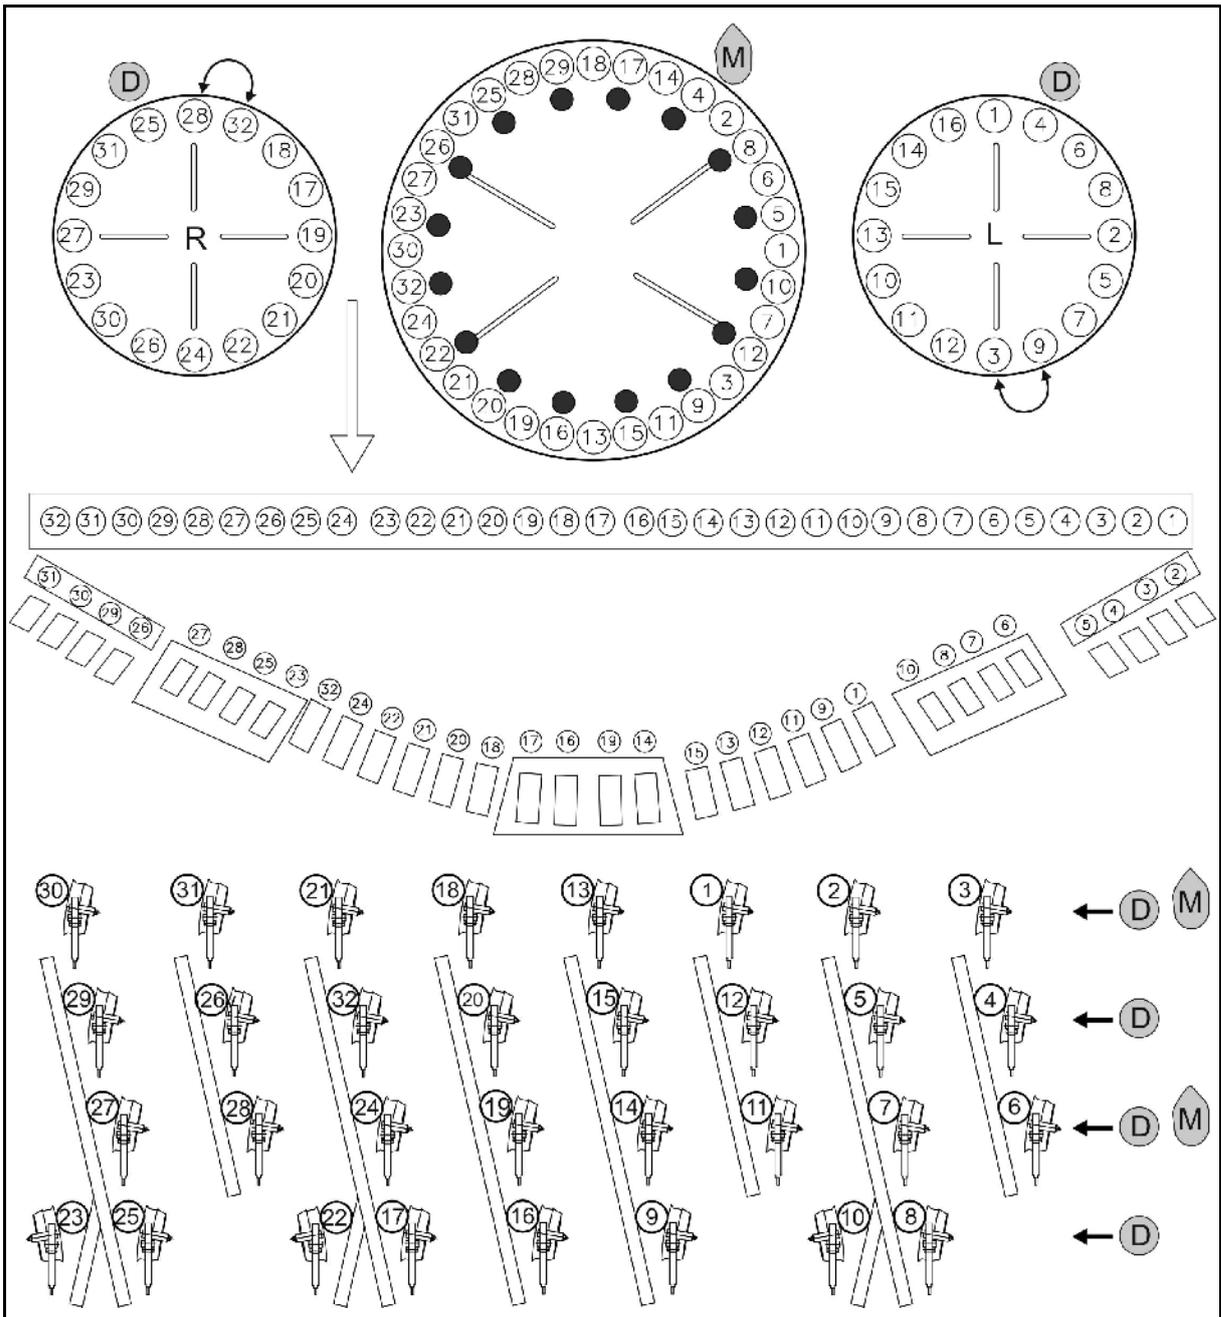

Fig. 53
- Maïs ^M: Monter les bouchons de fermeture conformément à Fig. 53.